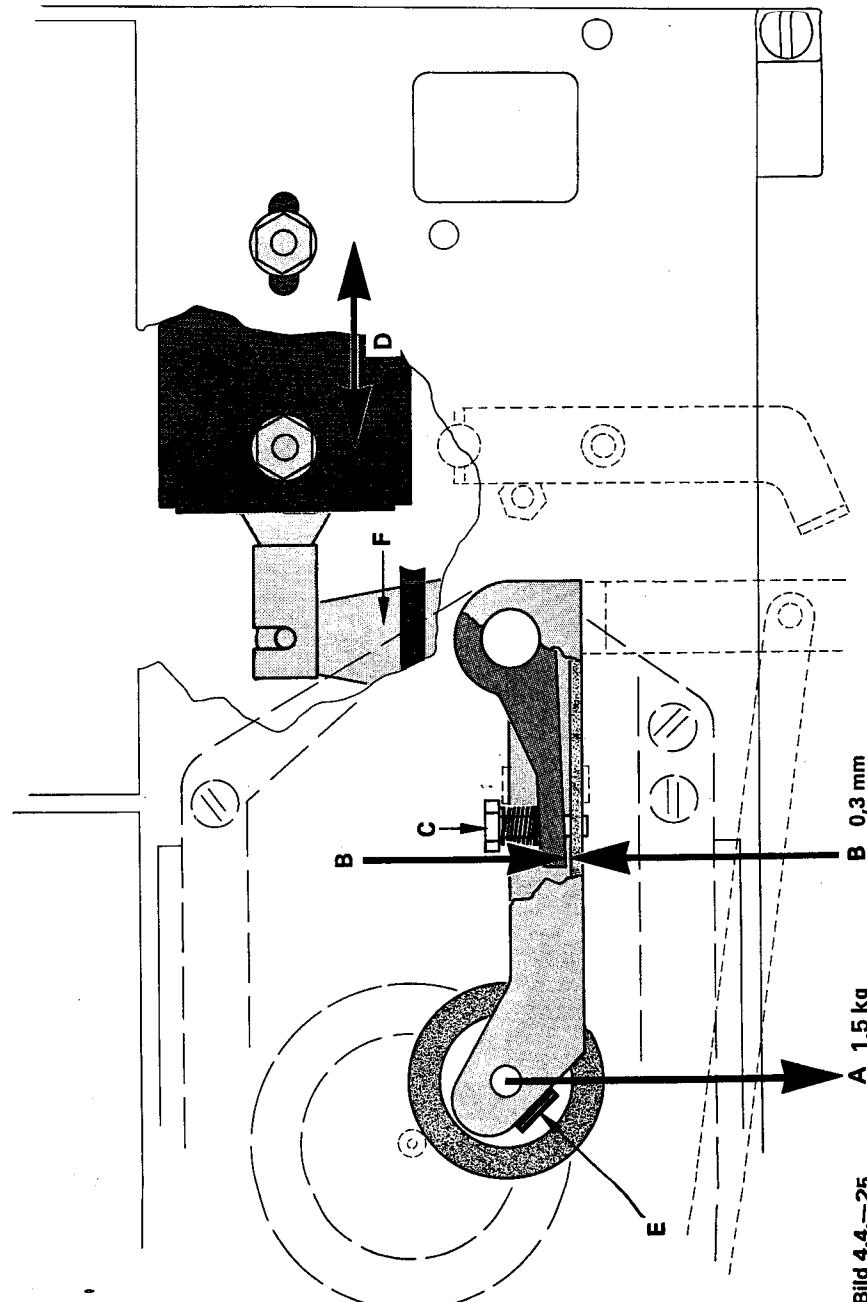

Bild 4.4.–25
– Andruckrollenachse von oben am Einstich halten und Bozensicherung E (Bild 4.4.–25) seitlich wegziehen.
Nach dem Auswechseln des Andruckkarmes ist eine Neueinstellung gegenüber dem Hebel F (Bild 4.4.–25) erforderlich. Wenn der Hebel am Anschlag steht (Magnstanker ausgefahren), soll die Distanz zwischen Tonwelle und Andruckrolle 10 mm betragen.